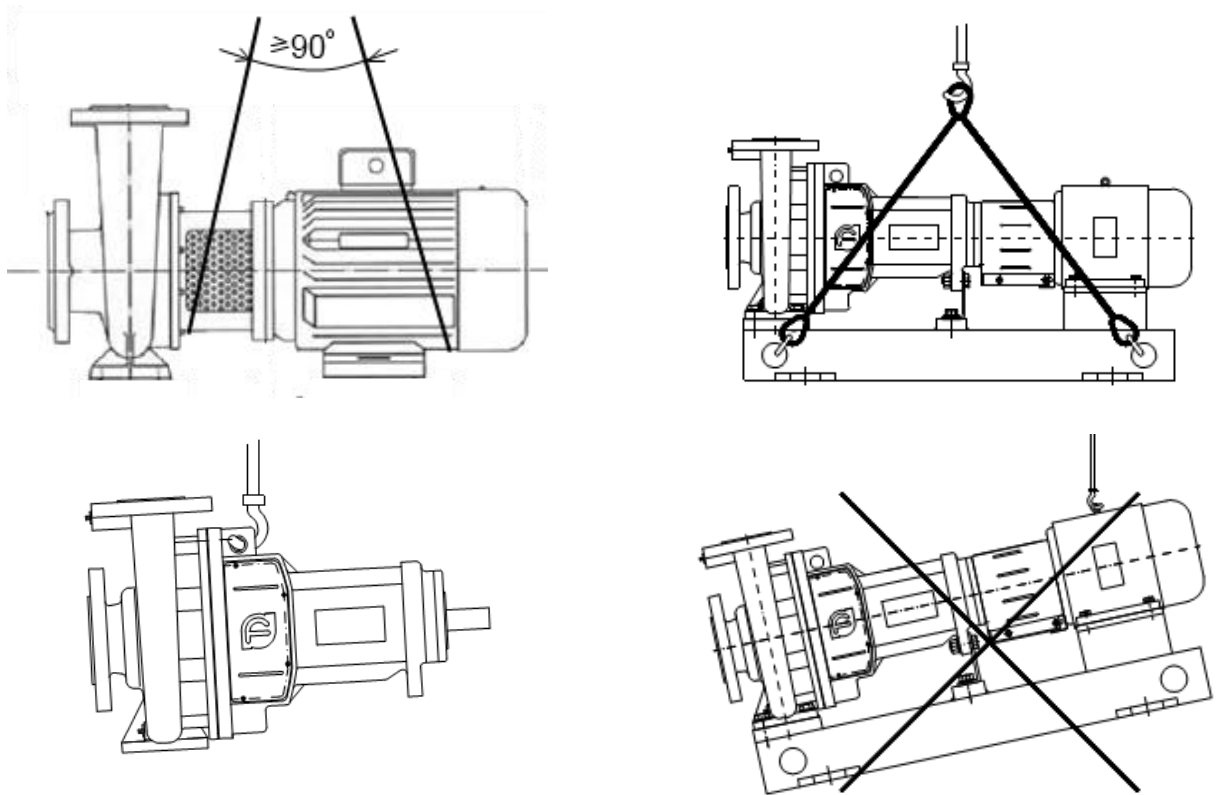

Рисунок 1 - Схема строповки агрегата насосного NES/NESO
**ЗАПРЕЩАЕТСЯ ПОДНИМАТЬ АГРЕГАТ ЭЛЕКТРОНАСОСНЫЙ NES/NESO ЗА МЕСТА, НЕ ПРЕДУСМОТРЕННЫЕ СХЕМОЙ СТРОПОВКИ (см. Рисунок 1)!!!**
- установить агрегат насосный на заранее подготовленный цементный фундамент (схему строповки см. Рисунок 1);